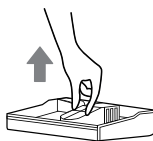

Fig. 25
2. Skölj rengöringsbrickan med vatten, låt den torka, sätt sedan tillbaka den i chassit och sätt ihop dockningsstationen igen. [Fig. 25]